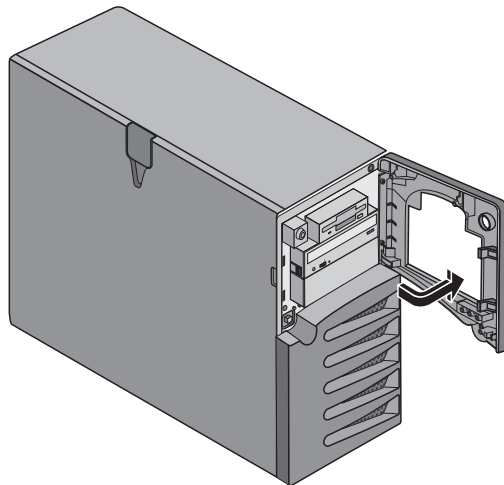

Abbildung 2-2: Obere Frontblende (geöffnet)
- Das Sicherheitsschloss, der Netzschalter sowie die System- und LAN-Status-LEDs befinden sich im Bereich der oberen Frontblende (siehe Abbildung 2-2).
3. Greifen Sie in die Aussparung an der Seitenabdeckung, und öffnen Sie die Blende nach rechts (siehe Abbildung 2-2).